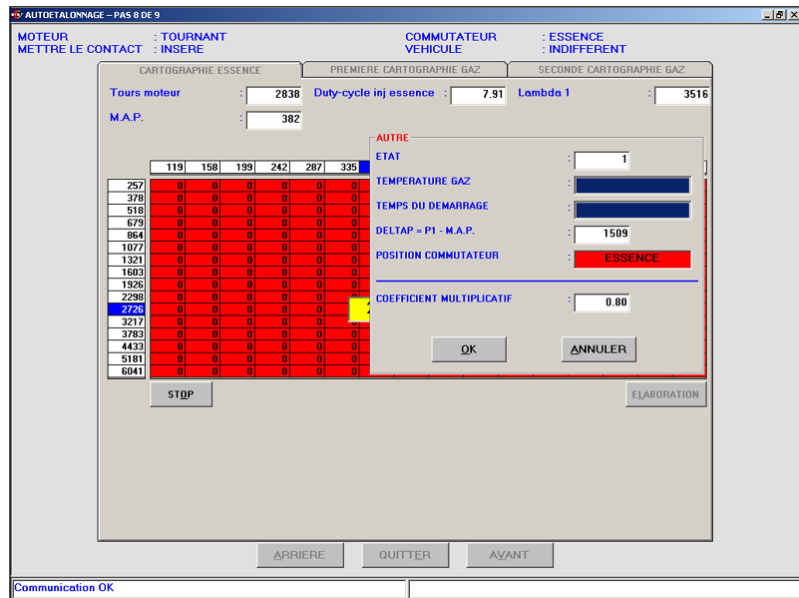

Fig. 4.32 - Procédure assistée – cartographie essence appuyant sur la touche AUTRE
Si les précautions prises n'étaient pas suffisantes à éviter le calage du moteur, il sera nécessaire de repartir de la page-écran d'autoétalonnage à l'essence (figure 4.32), en insérant des valeurs du
La première cartographie au gaz est réalisée sur la base de la cartographie essence et du coefficient multiplicateur affichable en appuyant sur la touche AUTRE, comme visible en figure 4.32. Habituellement la valeur du coefficient est de 0,80.
- Toujours après avoir appuyé sur la touche AUTRE la valeur d'**Etat** est aussi affichée; elle indique la position du commutateur et le type de carburant injecté au moment: pendant le normal fonctionnement à l'essence, avec le commutateur dans la position essence, la température du vapo-détendeur suffisante, le véhicule trouvant depuis un temps suffisant, en conditions stationnaires, la case prend la valeur 1. Dans tout autre cas la valeur est différente de 1 et l'acquisition n'est pas effectuée. La température du gaz et le temps de commutation sont aussi représentés par deux barres de glissement, comme visible en figure 4.32: si les barres sont complètement au fond (complètement en bleu), les conditions d'acquisition ont été atteintes; en cas contraire, il faut rejoindre la température ou le temps du démarrage.